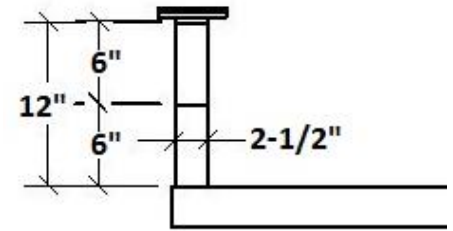

FIGURE 19 : HAUTEUR MAXIMALE DE RALLONGES
6. NE JAMAIS EXCÉDER 12" DE HAUT DE RALLONGES. VOIR **FIGURE 19**.